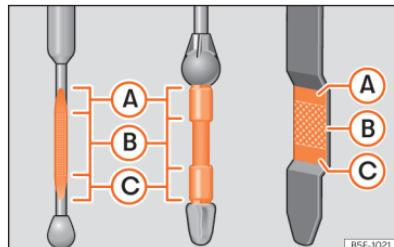

Fig. 211 Vareta de medição do nível de óleo.
Legenda da **Fig. 211**:
- Em seguida, retire-a novamente e verifique o nível do óleo »» Fig. 211. Caso seja necessário, reponha óleo do motor.
- Quando o nível de óleo atingir pelo menos a zona »» Fig. 211 **(B)**, enrosque a tampa do bocal de enchimento com cuidado »» .